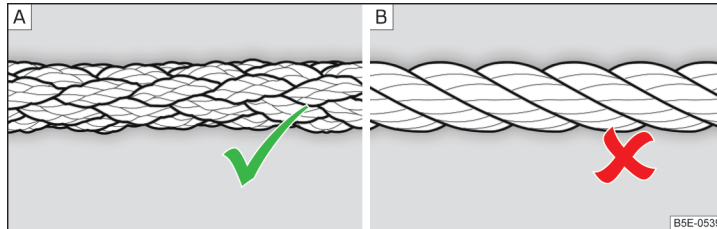

Abb. 351 Geflochtenes Abschleppseil / Gewundenes Abschleppseil
Zum Abschleppen mittels eines Abschleppseils nur ein geflochtenes Kunstfaserseil » **Abb. 351** - **A** verwenden » **!**.
- Zum Abschleppen ist kein gewundenes Abschleppseil zu verwenden » **Abb. 351** - **B**, die Abschleppöse könnte sich am Fahrzeug herausdrehen - es besteht Unfallgefahr.